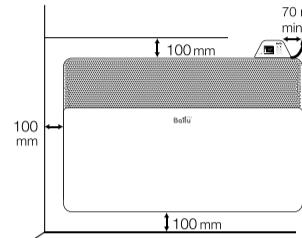

Рис. 7
- При настенной установке конвектора, необходимо вертикально установить держатель Bullet Sensor с помощью самореза и дюпеля на стене как указано на рис. 7.
Используя стойки и ролики, предварительно изучив схему крепления (рис. 7), установите прибор на полу.